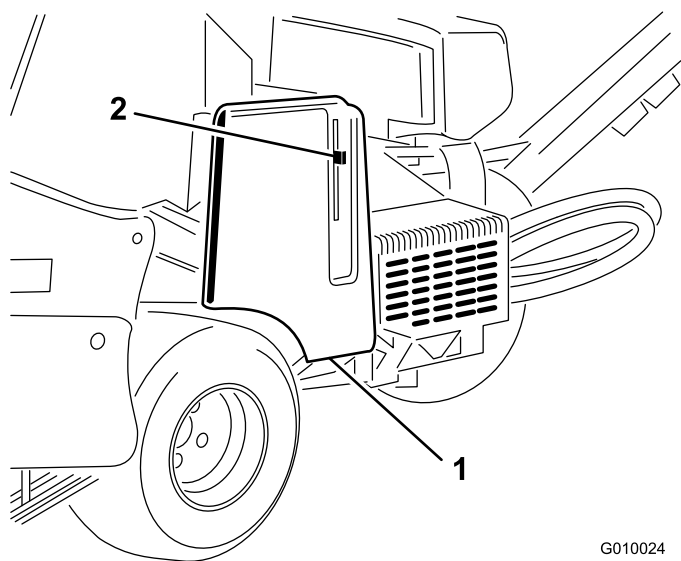

図 17
2. ベルトカバーのラッチを外し、カバーを取り外す（図 17）。